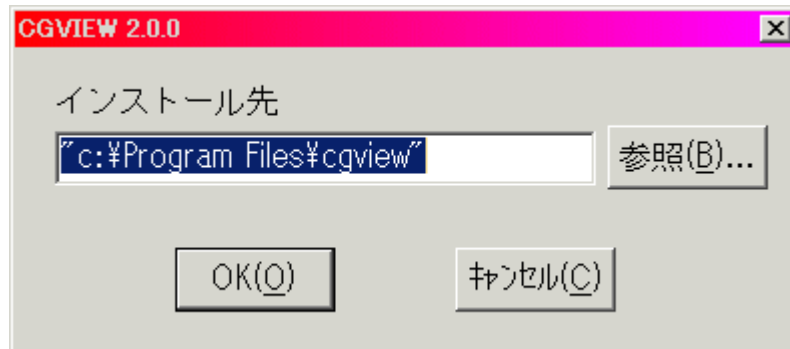

図 4.1 解凍画面
- 2) 図4.1のような自己解凍ソフトが起動するので解凍先を指定し実行します。デフォルトでは c:\program files\cgview に解凍されます。